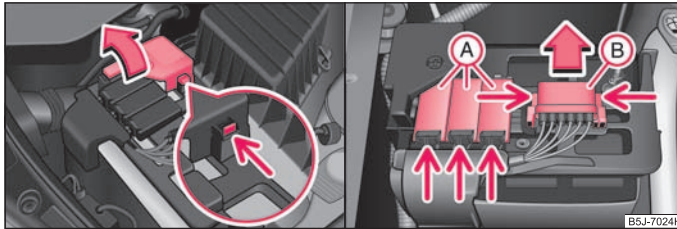

Abb. 162 Batterie: Aufklappen der Pluspol-Abdeckung / Sicherungsdeckel
- Klappen Sie die Pluspol-Abdeckung (+) auf ⇒ Abb. 162.
- Drücken Sie auf die Verrastungen der Sicherungsabdeckungen (A) ⇒ Abb. 162 rechts und klappen Sie die Abdeckungen auf.
- Drücken Sie die Verrastungen der Sicherungsabdeckung (B) gleichzeitig zusammen und schieben Sie die Abdeckung in Pfeilrichtung heraus.
- Einige Fahrzeuge sind nur mit der Abdeckung (B) ausgestattet ⇒ Abb. 162 rechts. ■